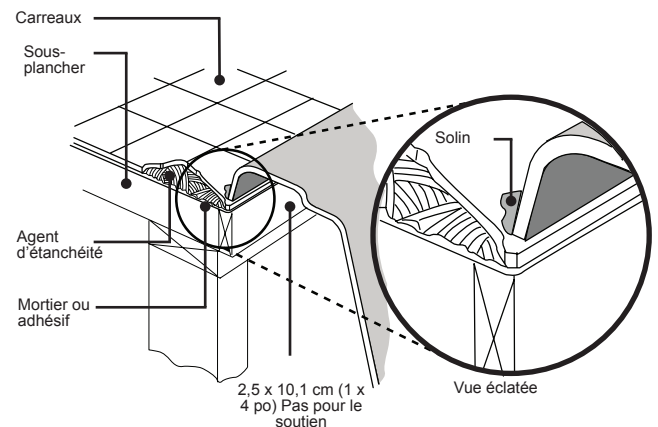

Figure 8
Terminez l'installation de la périphérie de la baignoire (figure 8).
- 14** Calfeutrez autour du périmètre de la baignoire pour sceller l'espace entre le rebord et le support fini (figure 8 à la page précédente).